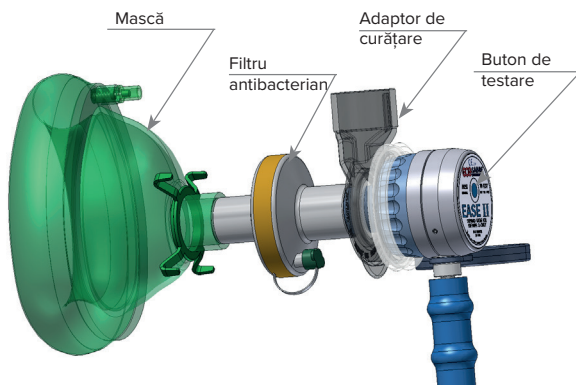
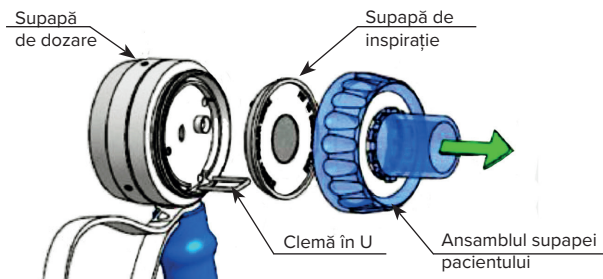

Fig. 1: Montarea adaptorului de curățare, a filtrului și a măștii
Fig. 2: Componentele supapei de dozare
- Dacă în sistem este inclus un adaptor de curățare, conectați-l la supapa de dozare prin împingerea acestuia pe supapa pacientului (vezi Fig. 1).
Selecția o mască sau o piesă bucală adecvată și un filtru pentru pacient și fixați-le pe supapa de dozare prin apăsare pe mufa conică cu diametrul de 22 mm de pe supapa pacientului (vezi Fig. 1).
Sistemele cu buton de testare trebuie verificate prin apăsarea ușoară a butonului de testare (vezi fig. 1, fig. 2). Ar trebui să se audă gazul care curge prin mască sau prin piesa bucală. La eliberarea butonului de testare, fluxul trebuie să se oprească.
3. Scoateți și îndepărtați clema în U cu o șurubelniță mică. Vezi fig. 2 mai sus.